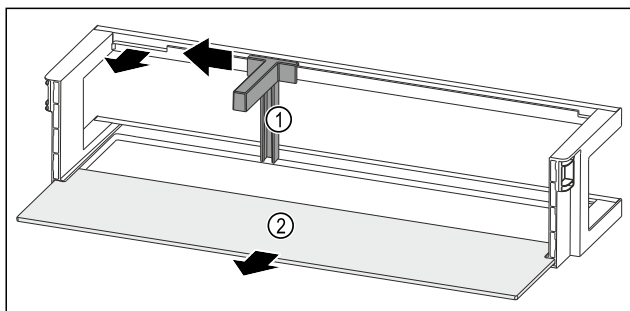

Fig. 216 Türabsteller mit Flaschenhalter und Abstellfläche
- Flaschenhalter Fig. 216 (1) bis zur Aussparung zur Seite schieben.
- Flaschenhalter Fig. 216 (1) entnehmen.
- Abstellfläche Fig. 216 (2) entnehmen.